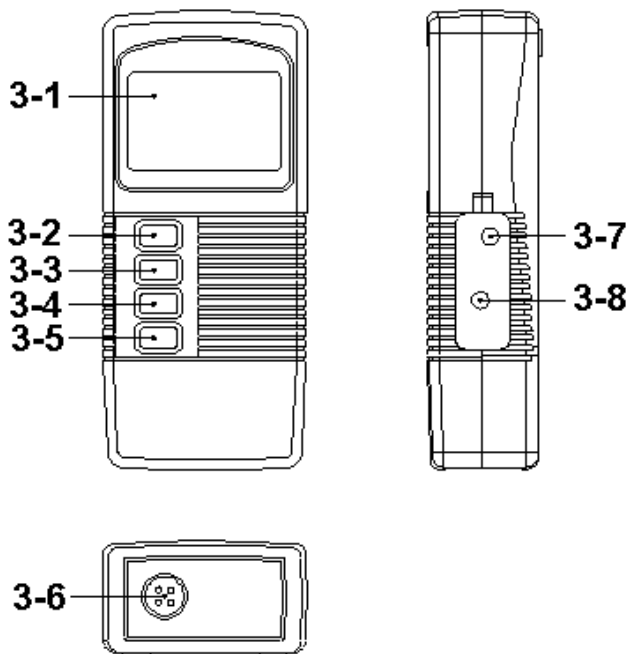
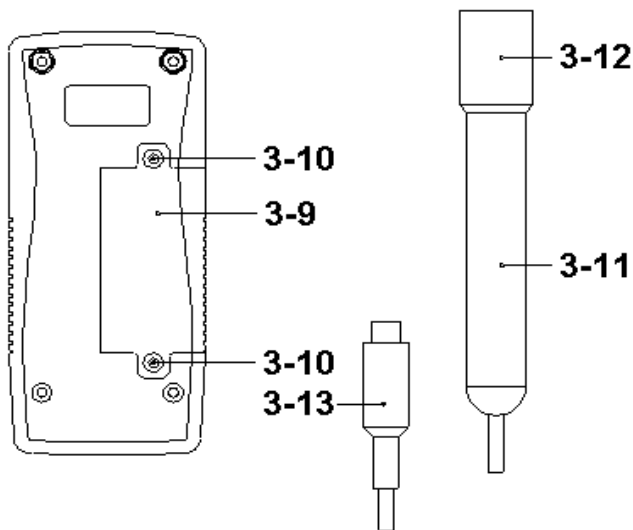

Fig. 1
Fig. 2
1. Ligue o medidor pressionando o “Botão Power” (3-2, Fig. 1) momentaneamente.
- Pressionar novamente o “Botão Power” (3-2, Fig. 1) desligará o medidor.
A. Conecte o “Plugue da Sonda” (3-13, Fig. 2) no “Conector de Entrada da Sonda” (3-6, Fig. 1). O “Display” (3-1, Fig. 1) mostrará as unidades como:
B. Segure o “Cabo da Sonda” (3-11, Fig. 2) e imersa o “Eletrodo Sensor” (3-12, Fig. 2) completamente na solução a ser medida. Agite o “Eletrodo Sensor” para que quaisquer bolhas de ar internas no eletrodo sejam liberadas.
O “Display” (3-1, Fig. 1) mostrará os valores de condutividade em mS (uS), enquanto o canto inferior esquerdo do display mostrará o valor da temperatura da solução medida.
1. Durante a medição de condutividade (4-1), se pressionar o “Botão Hold” (3-3, Fig. 1) por pelo menos dois segundos, o medidor entrará na função de medição de TDS, e o display mostrará:
1. Durante a medição de TDS, se pressionar o “Botão Hold” (3-3, Fig. 1) novamente por pelo menos dois segundos, o medidor retornará à função de medição de condutividade por padrão (consulte a seção 4-1).
Durante a medição, pressione o “Botão Hold” (3-3, Fig. 1) uma vez para congelar o valor medido, e o LCD exibirá o símbolo “HOLD”.
- A função de registro de dados grava as leituras máximas e mínimas. Pressione o “Botão REC” (3-4, Fig. 1) uma vez para iniciar a função de Registro de Dados, e aparecerá o símbolo “REC” no display.
- a) Pressione o “Botão REC” (3-4, Fig. 1) uma vez, e o símbolo “REC MAX” junto com o valor máximo aparecerá no display.
- Se desejar apagar o valor máximo, pressione o “Botão Hold” (3-3, Fig. 1) uma vez, o display mostrará apenas o símbolo “REC” e continuará executando a função de memória.
- b) Pressione o “Botão REC” (3-4, Fig. 1) novamente, e o símbolo “REC MIN” junto com o valor mínimo aparecerá no display.
- Se desejar apagar o valor mínimo, pressione o “Botão Hold” (3-3, Fig. 1) uma vez, e o display mostrará apenas o símbolo “REC” e continuará executando a função de memória.
a) Pressione o “Botão REC” (3-4, Fig. 1) uma vez para iniciar a função de registro de dados, e aparecerá o símbolo “REC” no display.
- Pressione o “Botão Logger” (3-5, Fig. 1) uma vez para iniciar a função de registrador de dados. O símbolo “REC” piscará a cada 1,5 segundo e o som do bip será emitido ao salvar os dados na memória. Agora a função de registrador de dados está em execução.
- Pressione o “Botão Logger” (3-5, Fig. 1) uma vez para salvar os dados na memória, o símbolo “REC” piscará uma vez e o som do bip será emitido.
c) Durante a execução da função de registrador de dados, pressione o “Botão Logger” (3-5, Fig. 1) uma vez para parar a função de registrador de dados, o símbolo “REC” parará de piscar.
- Se pressionar o “Botão Logger” (3-5, Fig. 1) novamente, a função de registrador de dados será retomada.
a. Segure o "Botão de Configuração" (3-5, Fig. 1) por pelo menos cinco segundos para entrar nos Procedimentos Avançados de Ajuste.
b. Pressione o "Botão de Configuração" (3-5, Fig. 1) repetidamente para selecionar a função principal de ajuste em sequência, que será exibida no texto do display inferior da seguinte maneira:
Depois que o display inferior exibir "SET", pressione o "Botão Enter" (3-4, Fig. 1) uma vez. O símbolo "SET" piscará e o display superior mostrará o "Fator de Compensação de Temperatura".
Use os botões "▲" (3-3, Fig. 1) e "▼" (3-5, Fig. 1) para ajustar o valor exibido até atingir o valor desejado do Fator de Compensação de Temperatura (a unidade é % por°C).
Após selecionar o valor desejado, pressione o "Botão Enter" (3-4, Fig. 1) para salvar os dados.
Depois que o display inferior exibir “°C”, use o “Botão ▲” (3-3, Fig. 1) para selecionar “°C” ou “°F”.
- Após selecionar a unidade desejada (°C ou °F), pressione o “Botão Enter” (3-4, Fig. 1) para salvar os dados com o valor padrão.
a. Use o “Botão ▲” (3-3, Fig. 1) para selecionar “YES” ou “NO”.
b. Após selecionar a função desejada (“YES” ou “NO”), pressione o “Botão Enter” (3-4, Fig. 1) para salvar a função com o valor padrão.
a. Use o “Botão ▲” (3-3, Fig. 1) para selecionar o tempo de amostragem do registrador de dados entre:
b. Após determinar o valor do tempo de amostragem, pressione o “Botão Enter” (3-4, Fig. 1) para salvar o tempo de amostragem com o valor padrão.
b. Se selecionar “YES”, pressione o “Botão Enter” (3-4, Fig. 1). O medidor emitirá três sinais sonoros como aviso. Se realmente quiser limpar a memória, pressione o “Botão Enter” novamente.